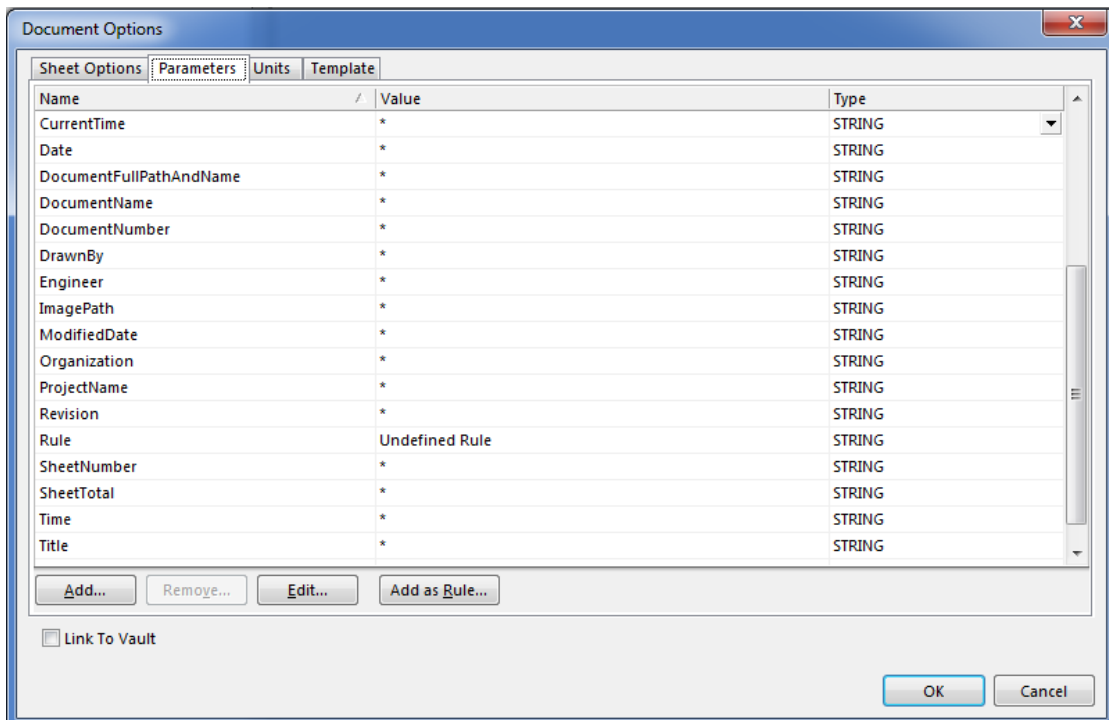

Рис. 1.16
4) Перейдіть на вкладку **Parameters** (Рис. 1.16).